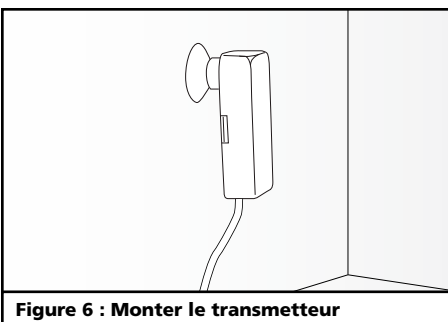

Figure 6 : Monter le transmetteur
13. Monter ensuite le transmetteur sur une surface à plat et lisse (Fig. 6).